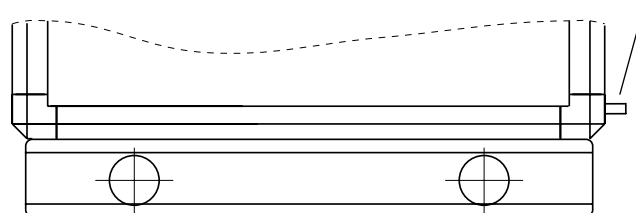

Fig. 3
2. Slå de medleverede styrepinde ind i de eksisterende huller i hjørnet på den ene blokkramme. Se fig. 3.